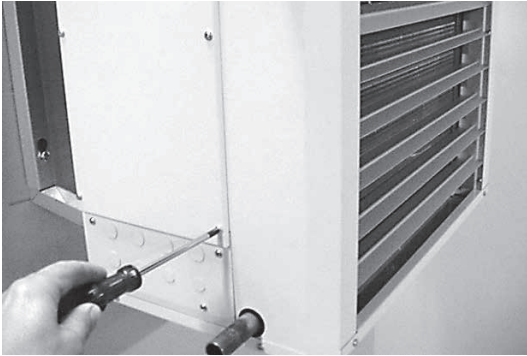

Bild 23
4. Den Deckel des Schaltschranks öffnen, siehe Bild 23.
4. Den Deckel des Schaltschranks öffnen, siehe Bild 23, unter „Elektrischer Anschluss AW-s“.